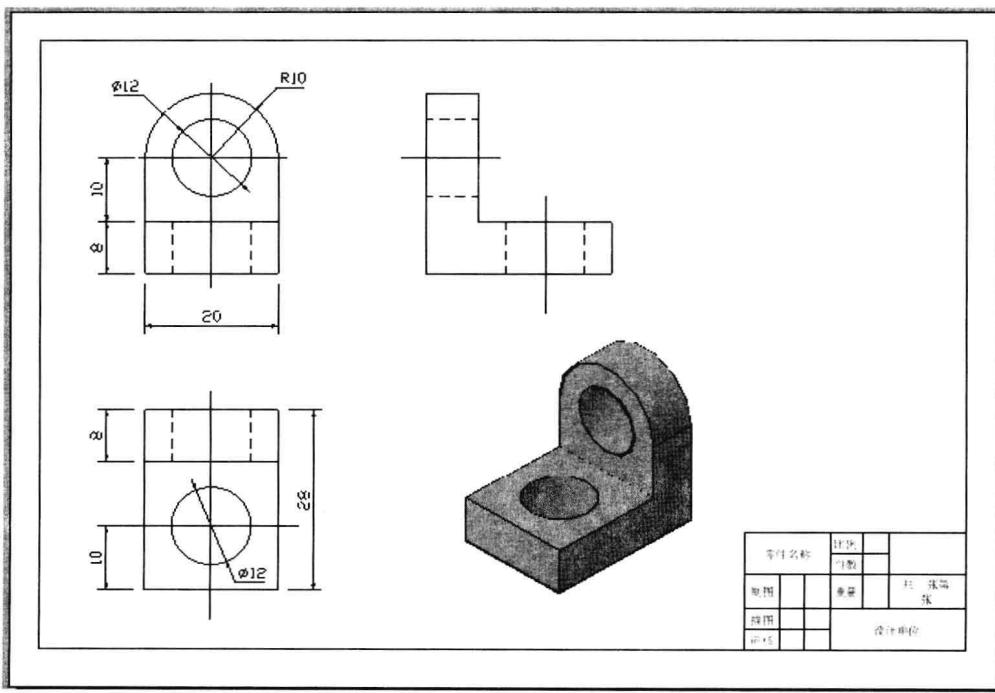

图 10-6-5
- (7) 在“图层”面板中单击“视口”图层右侧的黄色灯泡 ，关闭该图层。
- (8) 在“块”面板中单击“插入”按钮 ，单击“浏览”按钮，在打开的对话框中选择素材文件“标题栏和图框.dwg”，单击“打开”按钮，设置统一缩放比例为 1:1，单击“确定”按钮，在图纸的虚线可打印区域内单击，插入标题栏和图框。
- (9) 在界面顶端快速访问工具栏中，单击“打印”按钮 ，单击“确定”按钮，输出图纸，如图 10-6-5 所示。